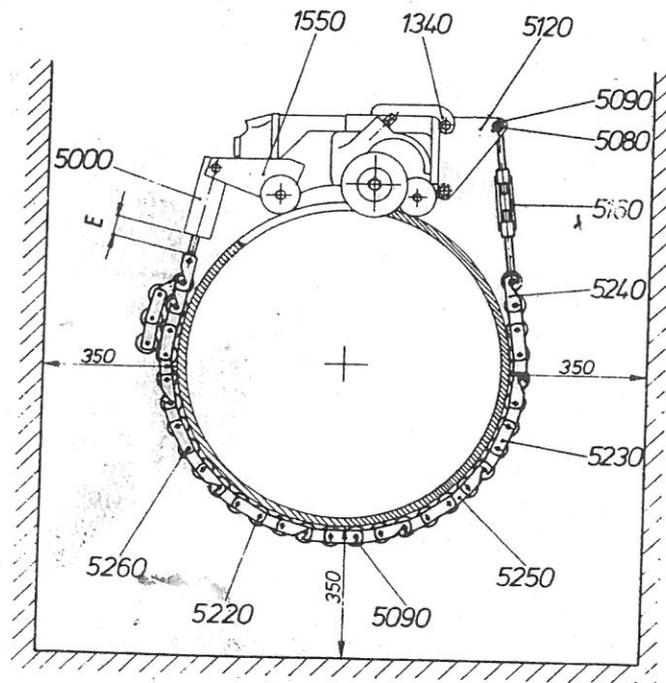

Abb. 6: Ausführung der Rohrsäge bei großen Rohren
2. Verlegte Rohre auf 1 m Länge so freilegen, daß allseitig mindestens ein 35 cm großer Abstand von der Grubenwand vorhanden ist (vgl. Abb. 6).